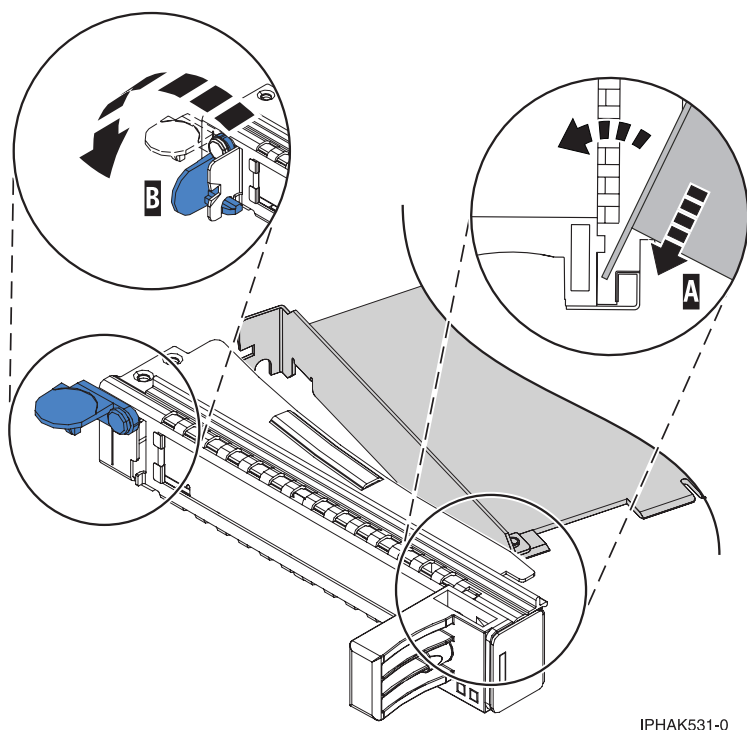

Figure 87. Retrait de la carte de la cassette de cartes PCI simple largeur
- a. Placez le levier de blocage de la contre-poupée en position ouverte, insérez fermement la carte dans le bloc de retenue (A). Voir figure 87, à la page 98.
c. Fermez le levier de blocage de contre-poupée (**B**). Voir figure 87.